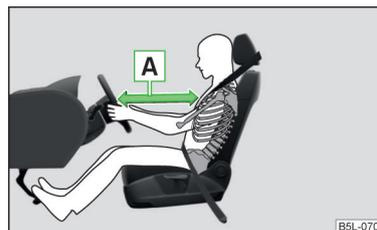

Fig. 9
- Il est important que le conducteur et le passager avant se tiennent à une distance minimum de 25 cm du volant et du tableau de bord » fig. 9 - **A**. Les airbags ne peuvent pas vous protéger si vous ne respectez pas cette distance - danger mortel ! Les sièges avant et les appuie-têtes doivent en outre toujours être ajustés en fonction de la taille des personnes.